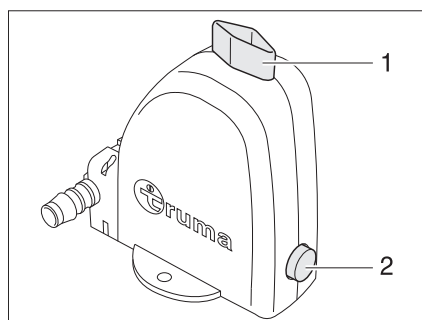

Fig. 183 Valve de sécurité et de vidange du chauffe-eau - position ouverte
Le chauffe-eau est équipé d'une valve de sécurité et de vidange (Fig. 183). La valve de sécurité et de vidange empêche que l'eau ne gèle dans le chauffe-eau lorsque le chauffage n'est pas allumé en cas de gel.
- Fermer la valve de sécurité et de vidange. Tourner pour cela le bouton rotatif (Fig. 183,1) dans le sens transversal par rapport à la valve de sécurité et de vidange et enfoncer le bouton-poussoir (Fig. 183,2).
- Ouvrir la valve de sécurité et de vidange. Tourner le bouton rotatif (Fig. 183,1) dans le sens longitudinal par rapport à la valve de sécurité et de vidange. Le bouton-poussoir (Fig. 183,2) ressort. Le chauffe-eau est vidé à l'extérieur par le biais de la valve de sécurité et de vidange.